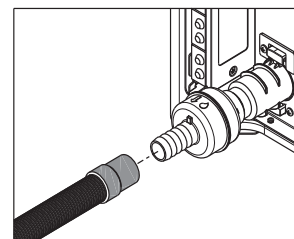

fig. 2
- estrarre il tubo raccogli condensa (fig. 2)